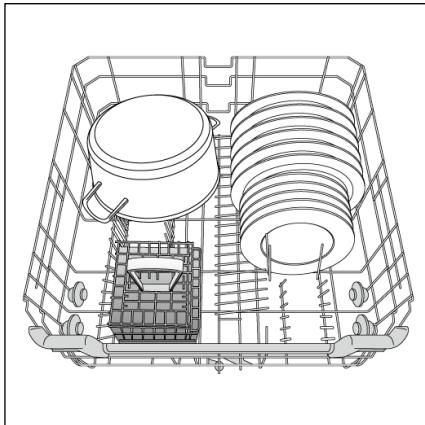

Abb. 4
• AQUASTOP (Abb. 4):
Eine Standardbeladung für tägliches Spülen ist in den Abb. 4 dargestellt.
Ein Beispiel für die Positionierung des Besteckgestells ist in Abb. 4 dargestellt.